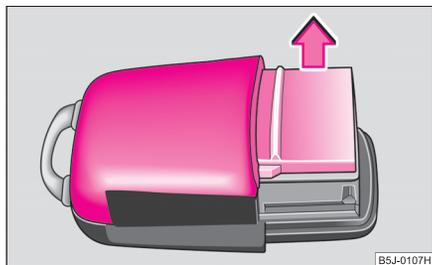

Fig. 19 Tapa de la carcasa del emisor
- Retire la tapa de la carcasa de la emisora ⇒ fig. 19 en la dirección de la flecha.